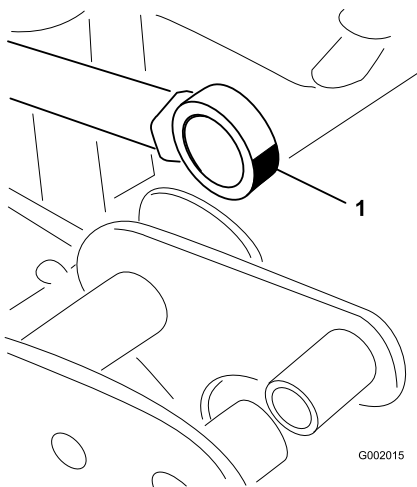

Figura 66
5. Manipule a extremidade do rolamento da barra do acionador e aplique massa lubrificante no rolamento (Figura 66).